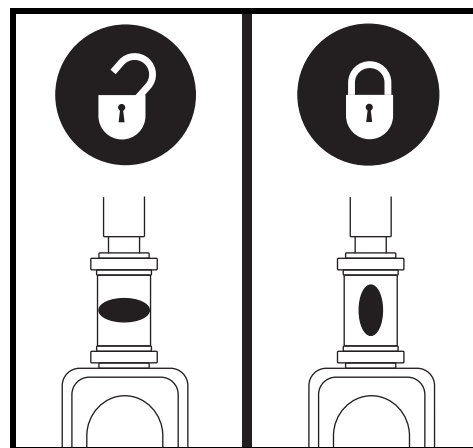

Figura 25. Bloccasterzo
2. Bloccare il manubrio in posizione dritta in avanti spingendo la manopola di blocco del manubrio e ruotandola in senso orario di 90°. **Vedere figura 25.** La ruota anteriore deve essere rivolta in avanti per bloccare il manubrio.
1. Estrarre la chiave dall'apposito interruttore e bloccare il manubrio in posizione dritta in avanti spingendo la manopola di blocco del manubrio e ruotandola in senso orario di 90°. **Vedere figura 25.** La ruota anteriore deve essere rivolta in avanti per bloccare il manubrio.
6. Sbloccare la ruota anteriore ruotando il manubrio di 90° in senso antiorario. **Vedere figura 25.**